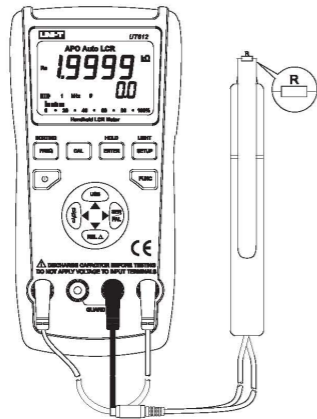

图 12
- 将电阻插入测试端口或用相应的附件接入被测电阻（如图12）。